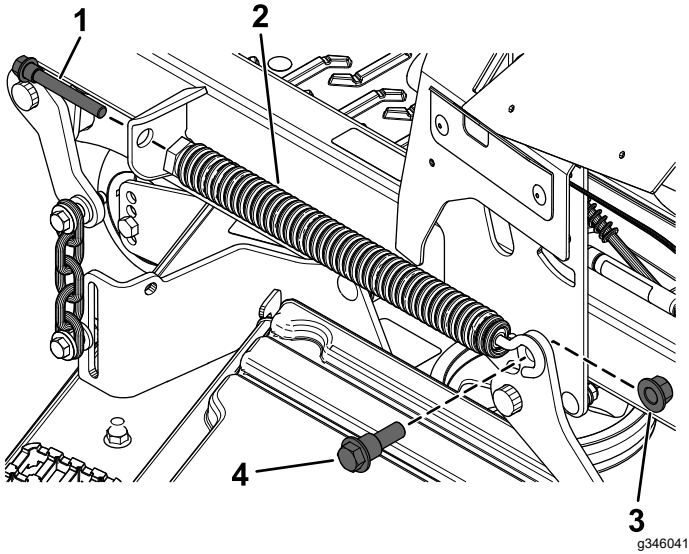

Figure 6
- Déposez le boulon qui fixe l'avant du ressort de levage du plateau (Figure 6).
- Retirez le boulon à épaulement et le contre-écrou ($\frac{1}{2}$ ") qui fixent l'arrière du ressort de levage du plateau (Figure 6).
- Déposez le ressort de levage du plateau (Figure 6).